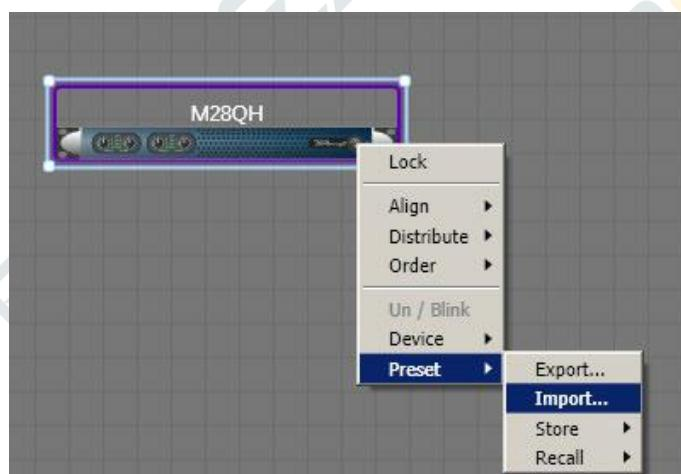

图 20：左击选择（出现蓝色四边形）右击导出
- 若已有设备预设(.pam)，可右击设备导入预设（参见图 20）